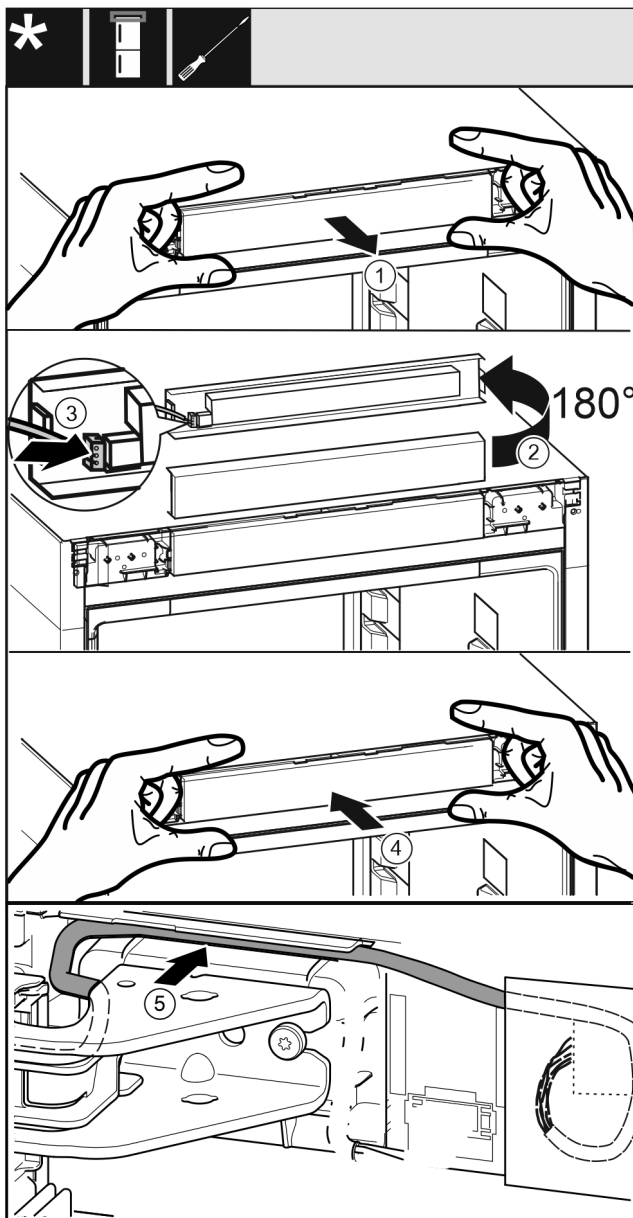

Fig. 31
- ▶ Bedieningspaneel er voorzichtig uitnemen. Fig. 31 (1)
- ▶ Paneel met 180° omhoog draaien. Fig. 31 (2)
- ▶ Stekker van het bedieningspaneel vergrendelen. Fig. 31 (3)
- ▶ Bedieningspaneel weer op het apparaat vastklikken. Fig. 31 (4)
- ▶ Grijs kabel voorzichtig in de geleiding boven de bovenste lagerbus monteren. Fig. 31 (5)